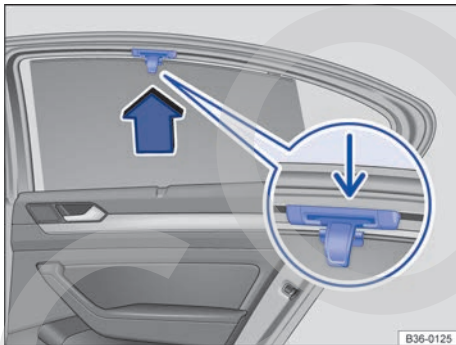

Fig. 129 En la ventanilla trasera derecha: cortinilla parasol.
- Suba la cortinilla del todo tirando de la lengüeta → **fig. 129** (imagen ampliada) hacia arriba, en el sentido de la flecha.
- Enganche las dos argollas de la varilla de sujeción en la fijación correspondiente → **fig. 129** (flecha pequeña). Asegúrese de que la cortinilla esté enganchada correctamente en la fijación.